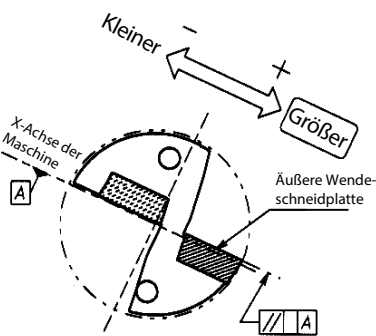
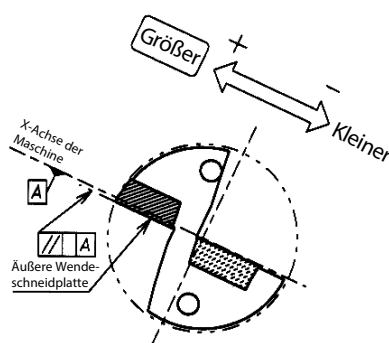
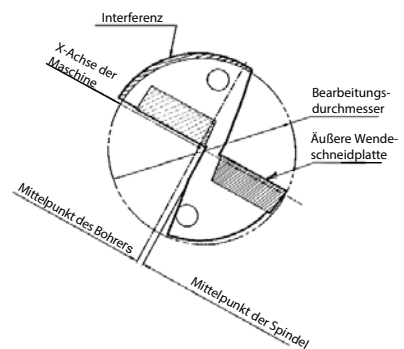

Abb. 2 Äußere Wendeschneidplatte weist nach oben
Abb. 3 Äußere Wendeschneidplatte weist nach unten
Abb. 4 Übermäßiger Versatz (für kleinere Bohrdurchmesser)
5. Die obere Schraube nur so fest anziehen, dass die Hülse nicht beschädigt wird. (Abb. 2)
1. Die meisten Probleme bei Drehautomaten sind auf Abweichungen der Zentrums­einstellung zurückzuführen. Die Zentrums­einstellung ist angemessen, wenn im Bohrungsgrund ein Kern von etwa 0,5 mm verbleibt. (Abb. 3)
2. Den Bohrer mit der äußeren Wendschneidplatte parallel zur X-Achse des Revolvers einstellen. (Abb. 4)
2. Um den Bearbeitungsdurchmesser zu vergrößern, das Werkzeug entlang der X-Achse in Richtung äußere Wendeschneidplatte verschieben. (Abb. 2, Abb. 3) Um den Bearbeitungsdurchmesser zu verkleinern, das Werkzeug in die entgegengesetzte Richtung verschieben. (Dieses Verschieben entlang der Achse wird als Versatz bezeichnet.) Sicherstellen dass der Bearbeitungsdurchmesser höchstens 0,2 mm kleiner eingestellt wird als der Bohrerdurchmesser. Ansonsten verschleißt der Bohrer mit der Bohrung. (Abb. 4) Beispiel: Bei einem Bohrerdurchmesser von 20 mm darf der Bohrungsdurchmesser nicht kleiner als 19,8 mm eingestellt werden.